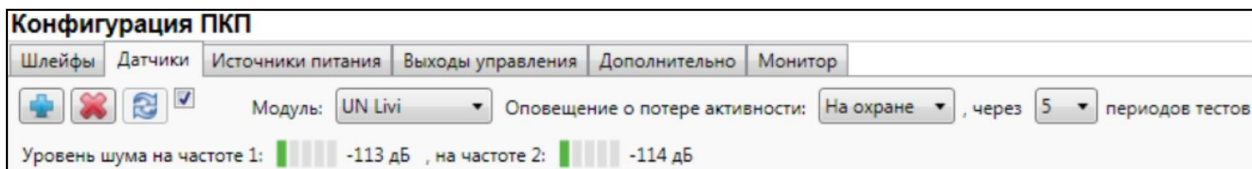

Рис. 5.27. Вкладка датчики (основные параметры работы радиоустройств Livi)
В верхней части вкладки *Датчики* (Рис. 5.27) осуществляется выбор радиосистемы с помощью раскрывающегося списка *Модуль*. В списке выберите модуль UN Livi и дождитесь, пока программа *Конфигуратор Профессионал* запишет модуль расширения в конфигурацию контроллера.
Далее верхней части вкладки *Датчики* (Рис. 5.27) задайте следующие параметры работы радиоустройств Livi:
1. На вкладке *Датчики* нажмите кнопку  (см. Рис. 5.27).